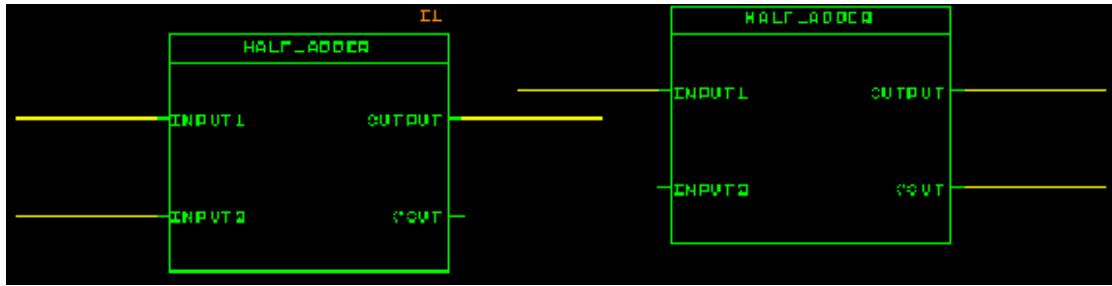

图 3.26
5. 用上面的方法加入两个名为 HALF_ADDER 的模块，如图 3.26